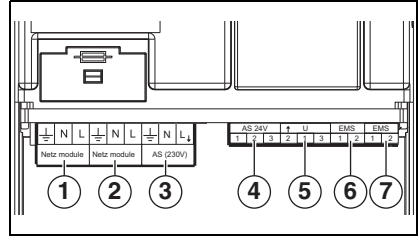
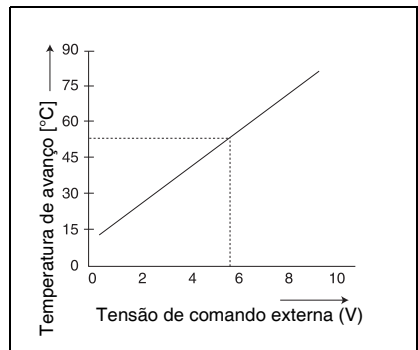

Fig. 2 Ligações
Fig. 3 Diagrama 0 – 10V
- a) A ligação AS 24V (→ fig. 2, [4]), trata-se aqui de um contacto de comutação sem potencial para sinais de baixa tensão até 24 V. Este sinal de avaria pode, por exemplo, ser lido pelo sistema de gestão de um edifício.
- b) A ligação AS 230V (→ fig. 2, [3]), com esta pode, por exemplo, ser comandada uma buzina ou uma lâmpada de alarme. Em caso de avaria, esta ligação encontra-se sob uma tensão de 230 VAC.
O EM10 pode ser utilizado como interface entre a caldeira e, por exemplo, um sistema de gestão de um edifício. Com a ajuda de um sinal 0-10 VDC (→ fig. 2, [5]) é possível um comando de acordo com a temperatura de avanço ou a potência (→ fig. 3).
Esta regulação é activada ao shuntar os pinos 1 e 3. (→ fig. 2, [5] e o esquema eléctrico na pág. 47).